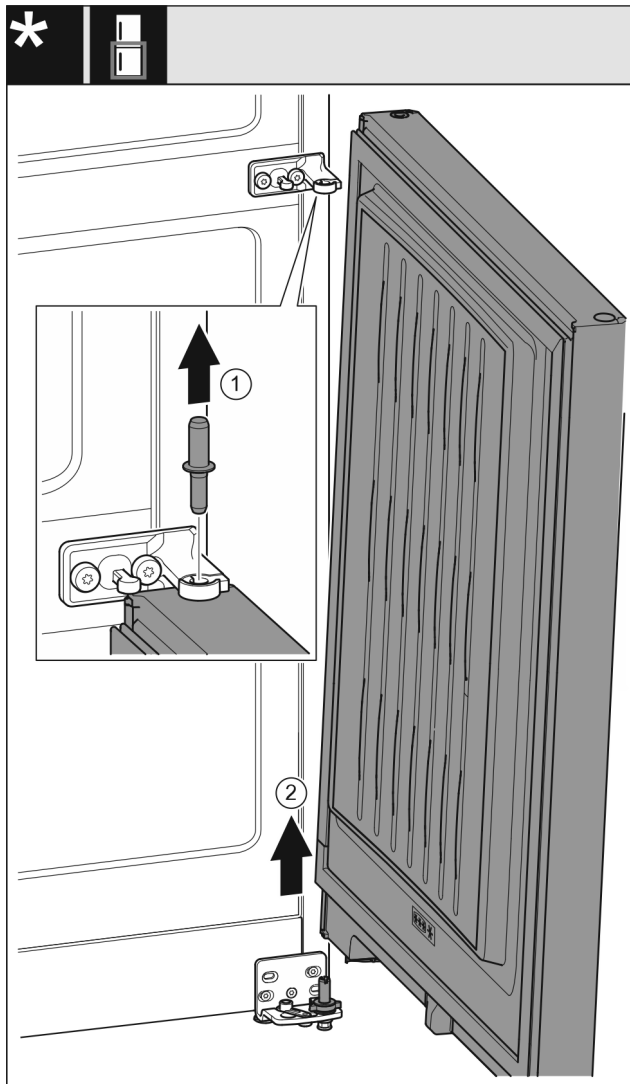

Fig. 8
- ▶ Извлеките пальцы движением вверх. Fig. 8 (1)
- ▶ Отведите дверь, приподнимите вверх и отставьте в сторону. Fig. 8 (2)